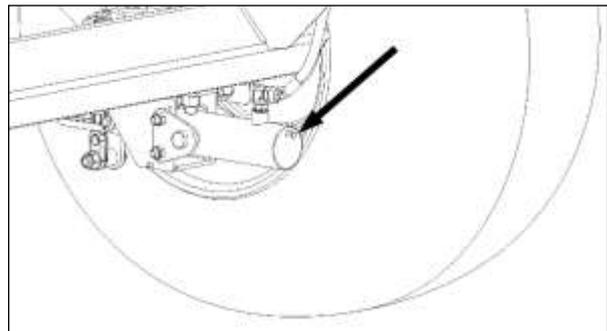

Fig. 65 - Vérins freins hydrauliques
- Dévisser les bouchons situés sur les vérins de freinage (Fig. 65) ;